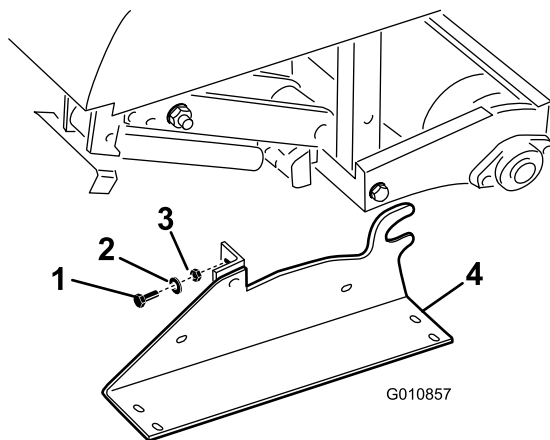

Figura 31
2. Retire os parafusos, as anilhas de bloqueio e as porcas que fixam os suportes de armazenamento a cada extremidade do arejador (Figura 31).